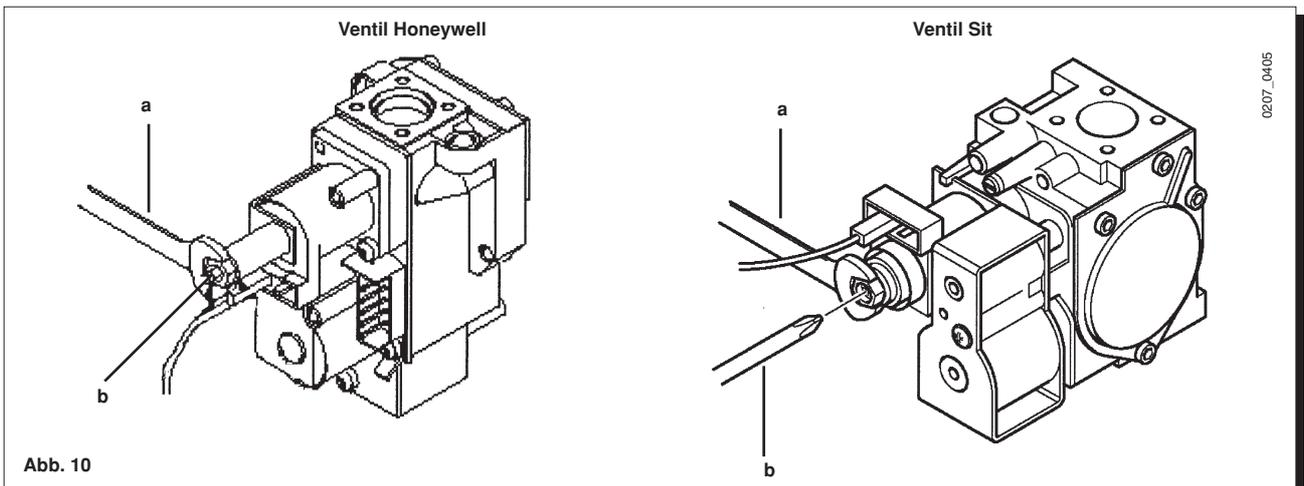

Abb. 10
- Die Messingschraube (A) von Abb. 10 regulieren, bis die in Tabelle 1 angegebenen Druckwerte erreicht sind;
- Den Zuleitungsdraht des Modulators abhängen und die Schraube (B) von Abb. 10 lösen, bis der Druckwert erreicht ist, der der reduzierten Leistung entspricht (siehe Tabelle 1);